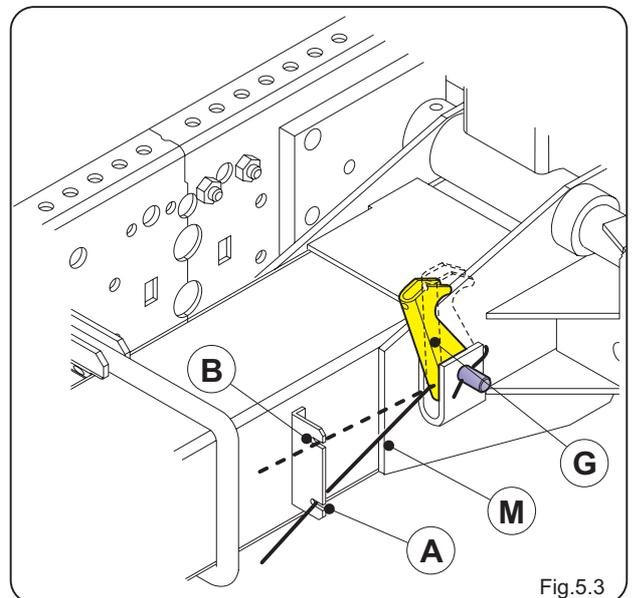

Fig.5.3
- Déplacer le ressort **M** de la position **A** à la position **B** (Fig.5.3)